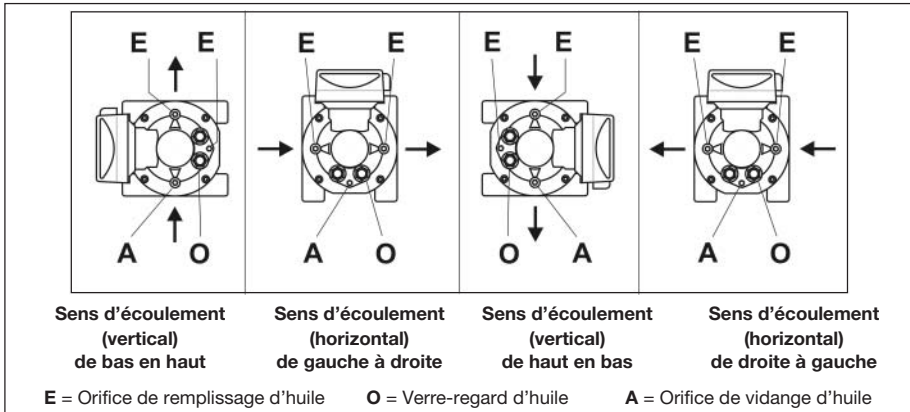

Fig. 6 : Positions d'utilisation admises, remplissage d'huile et indication du niveau d'huile (type RVG)
- Trois orifices de remplissage et de vidange d'huile et deux verres-regards sont disponibles sur la face avant et (en option) sur la face arrière du compteur (fig. 6).
- Dévissez la vis de remplissage (E, fig. 6) installée dans le couvercle du corps avant.
- Retirez une vis de remplissage (E) dans le couvercle du corps arrière, afin que l'huile puisse s'écouler plus facilement dans la chambre à huile arrière.